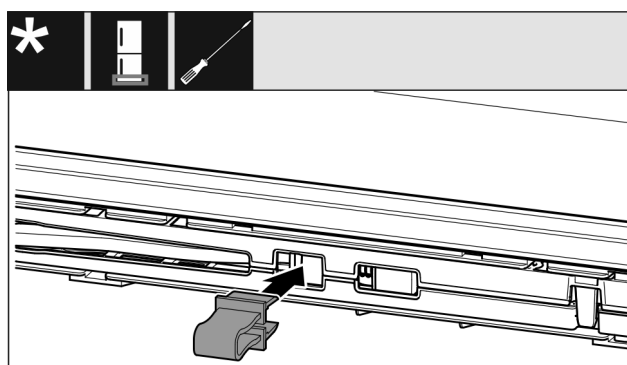

Fig. 14
- Introduire l'arrêt dans l'ouverture Fig. 14 ().